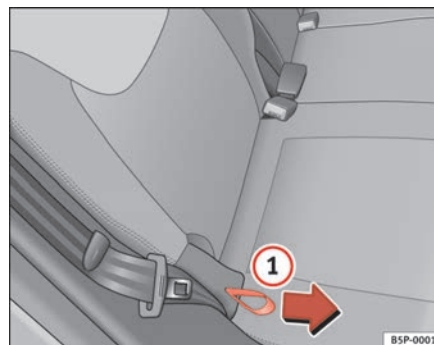

Fig. 98 Ajuste de la inclinación del respaldo, asiento posterior
- Sujete el respaldo del asiento por la parte superior. Tire del lazo situado en el lateral del asiento ⇒ **fig. 98** **1** en la dirección de la flecha y manténgalo en esta posición. Empuje el respaldo del asiento hacia atrás hasta la posición que desee y suelte el lazo. ►